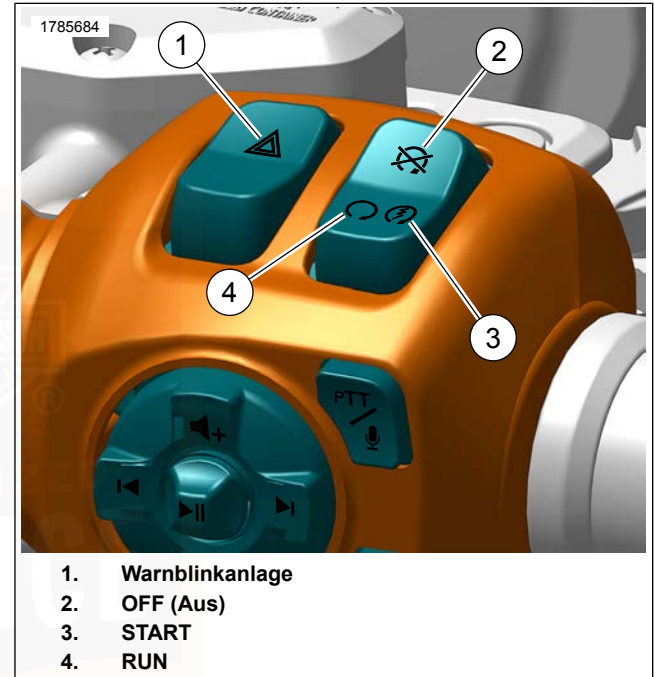

Abbildung 54. RHCM: Tasten des Motorbetriebsschalters und der Warnblinkanlage
1. Siehe Abbildung 54. Bei vorhandenem Sicherheitsschlüsselanhänger den Motorbetriebsschalter auf RUN (Ein) (4) stellen. Den Gasdrehgriff nicht drehen.
5. Den Anlasserknopf (3) zum Anlassen des Motorrads drücken und loslassen.
2. Siehe Abbildung 54 . Den Motorbetriebsschalter auf OFF (Aus) (2) stellen.
1. Siehe Abbildung 54 . Den Motorbetriebsschalter auf RUN (Ein) stellen.
1. Siehe Abbildung 54 . Den Motorbetriebsschalter auf OFF (Aus) (2) stellen.